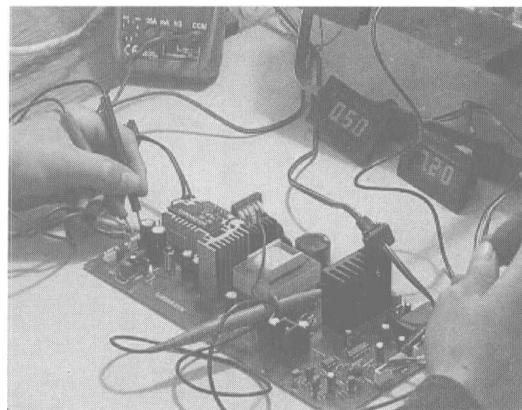

图 1-10 调整电阻器的工作电流
① 注意限制电阻器的电流。加到电阻器两端的电压增至一定数值时, 由于电流增大, 电阻器会发生击穿现象, 导致电阻值增大或开路, 因此必须对电压进行限制, 如图 1-10 所示。在额定功耗不变时, 电阻值越小, 额定电流越大。